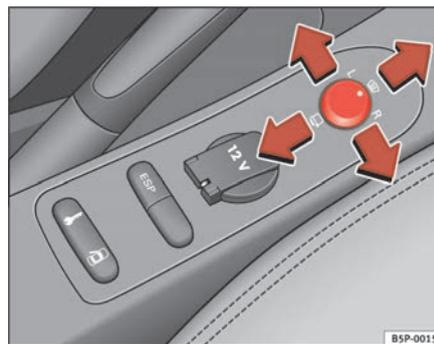

Fig. 90 Regolazione degli specchi retrovisori esterni ▶
1. In primo luogo, ruotare la manopola ⇒ pag. 129, fig. 90 portandola nella posizione **L (specchietto esterno sinistro)**.
- Per riscaldare gli specchi retrovisori e per attivare la funzione parabrezza riscaldabile\* nella zona di riposo delle spazzole, girare il comando in avanti sulla posizione centrale ⇒ pag. 129, fig. 90  ⇒ pag. 125.
- Per far ripiegare su se stessi gli specchietti esterni si deve ruotare la manopola ⇒ pag. 129, fig. 90 portandola nella posizione . Si consiglia di richiudere sempre gli specchietti esterni quando si porta il veicolo all'autolavaggio, altrimenti potrebbero danneggiarsi.